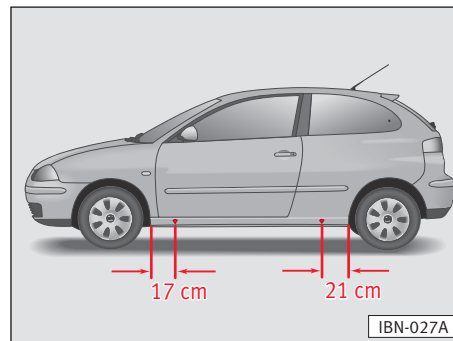

Abb.141
– Den Wagenheber jeweils ca. 17 cm vom vorderen und ca. 21 cm vom hinteren Radhaus ansetzen ⇒ Abb.141.